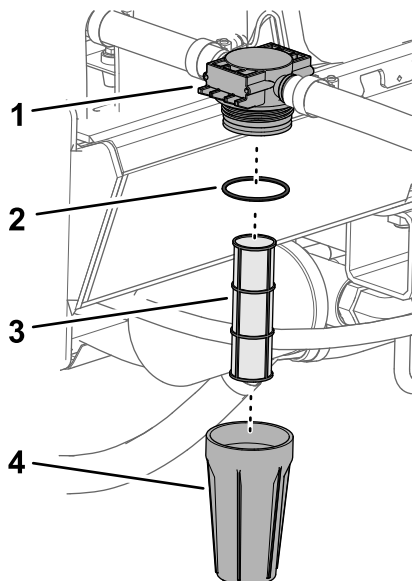

図 42
1. フィルタを左に回して、フィルタヘッドからボウルを外す 図 42。
2. フィルタのエレメントが破損していないか、汚れすぎているか点検する 図 42。
- A. フィルタヘッドからエレメントを外す 図 42。
- C. フィルタヘッドにエレメントを入れる 図 42。
3. Oリングが破損していないか点検する 図 42。
4. フィルタヘッドにボウルを右回しに取り付けて手締めする 図 42。